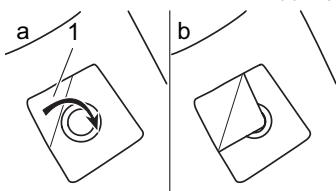

Abb. 20
- Damit beim Transport kein Staub aus dem Staubbeutel austritt, können Sie diesen mit der Ecke (Abb. 20/1) verschließen.